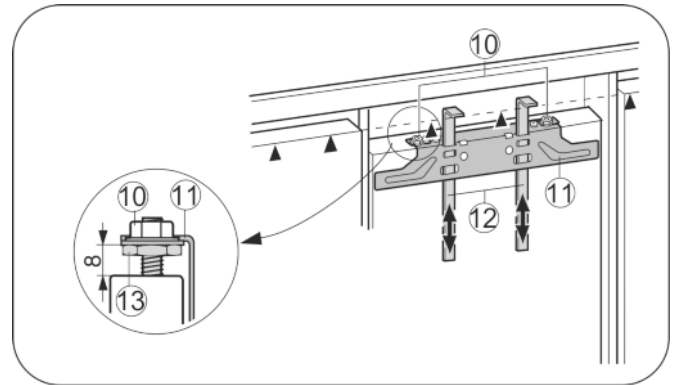

Fig. 17
- ▶ Montagehilfen Fig. 17 (12) auf Möbeltürhöhe hochschieben. Untere Anschlagkante ▲ der Montagehilfe = Oberkante der zu montierenden Möbeltür.
- ▶ Befestigungstraverse Fig. 17 (11) über die Kontermuttern Fig. 17 (10) abschrauben.